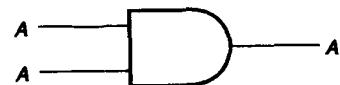

FIGURA 3-25
7. $A \cdot A = A$ (Consúltese la Figura 3-25)